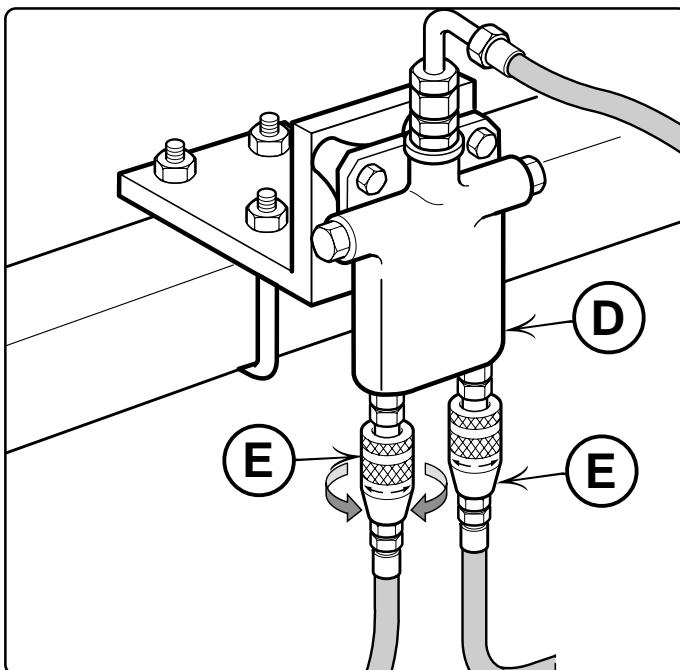

Fig. 30
*Deux régulateurs de flux (E Fig. 30) permettent de régler la vitesse de remontée des bras qui délimitent les rangées.*
*Dos reguladores de flujo (E fig. 30) permiten regular la velocidad de subida de los brazos marcadores de fila.*